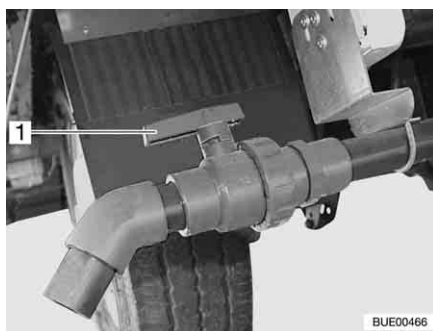
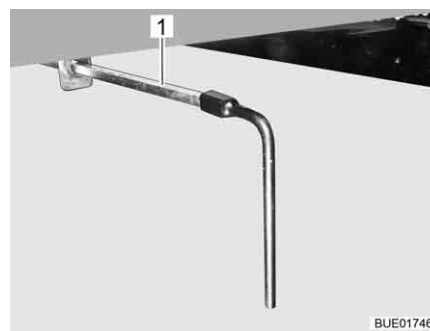

Bild 237 Ablasshahn
Bild 238 Ablasshahn (Alternative)
- Griff (Bild 237,1 oder Bild 238,1) des Ablasshahns in Fließrichtung drehen.